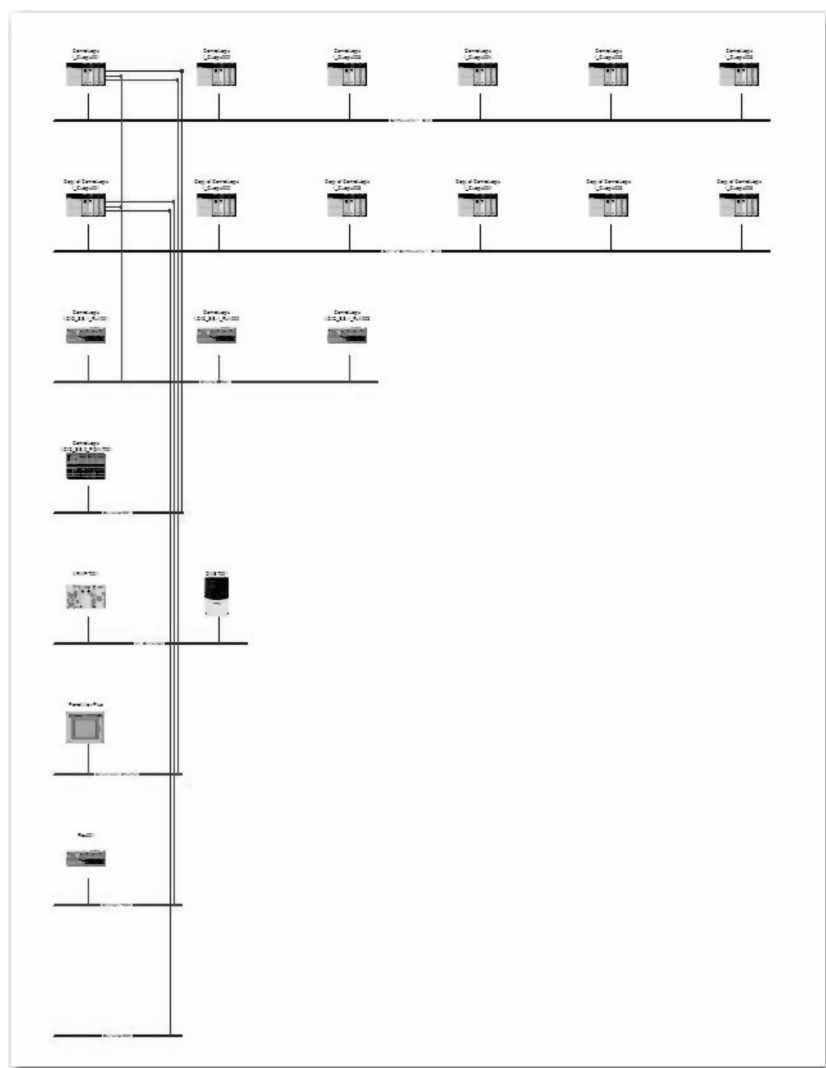

图 26-195 架构视图
2. 按下 Ctrl 键和 Shift 键，然后在架构视图中右键单击，以重画视图，如图 26-195 所示。